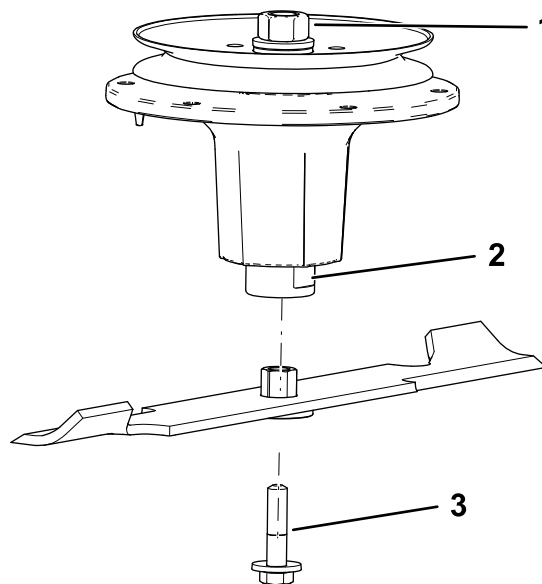

Figure 111
2. Installez l'ensemble douille et lame sur l'axe de pivot (Figure 111).